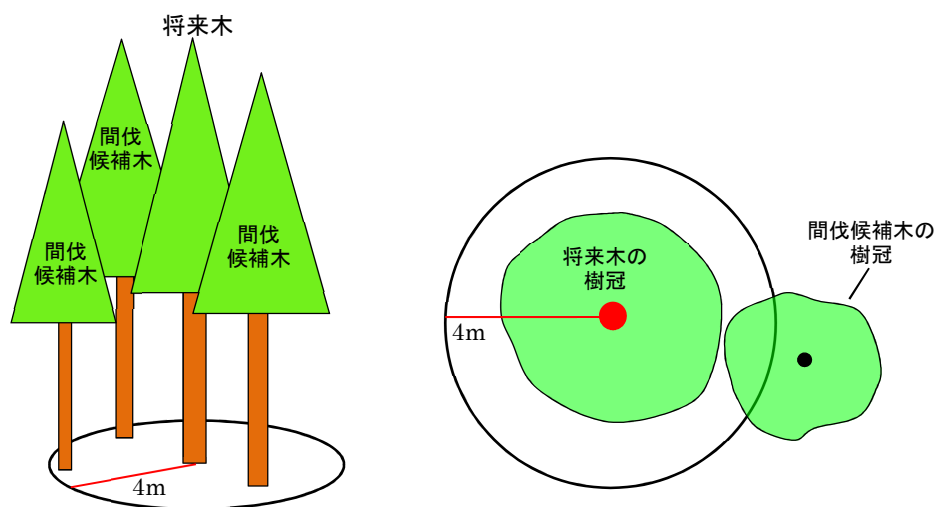

図6 将来木と間伐候補木（育成目標径級 48cm の場合）
- そのため、将来木の根元位置を中心としてこの範囲にある立木を間伐候補木とし（図6）、将来木の成長を妨げる立木（1～3本程度）から間伐していきます。
- ただし、この範囲の外側にある立木でも、この範囲の中に樹冠を張り出す可能性のあるものは、将来木の樹冠の発達を妨げるため、間伐候補木とした方がよいです（図6）。
- オ. 優先的に間伐すべき範囲（図6参照）
- ⑥林分の地位指数が出力
- ⑦主伐予定林齢における胸高直径が立木ごとに出力
- ⑧目標径級に到達する可能性のある立木（将来木の候補）に“○”が表示
- ⑨目標径級に到達する可能性のある立木の密度と材積が表示
- ⑩主伐予定林齢の胸高直径に対応した間伐範囲（図 6 参照）が表示